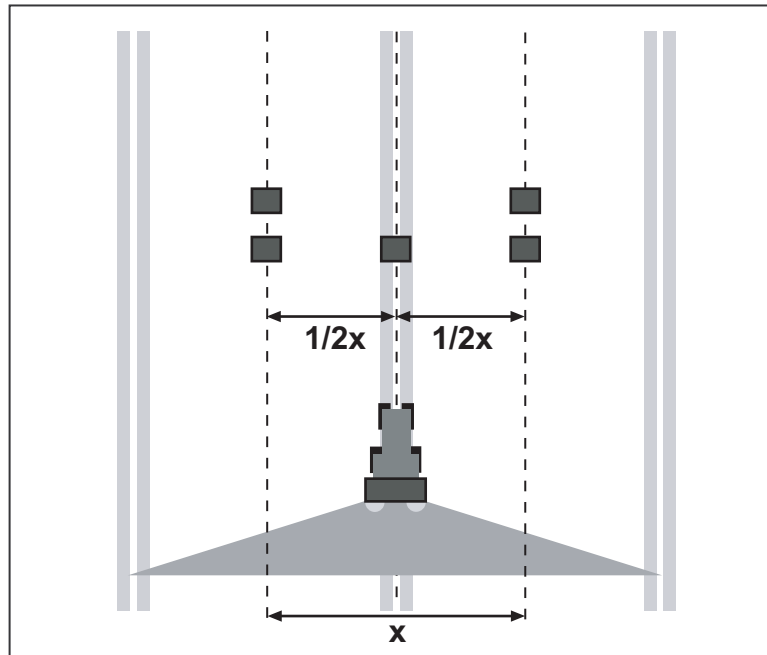

Figura 7.16: Disposizione per una traversata
- Disporre in fila due vaschette di raccolta, alla distanza di **1 m**, in ciascuna zona di sovrapposizione (tra le corsie) e una vaschetta nella corsia stessa (cfr. Figura 7.16).